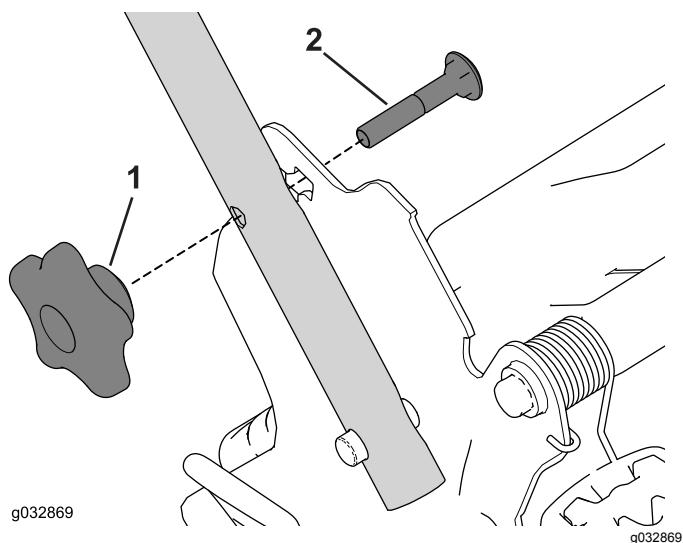

Figure 22
1. Retirez et conservez les 2 boutons et les 2 boulons de carrosserie du support du guidon (Figure 22).